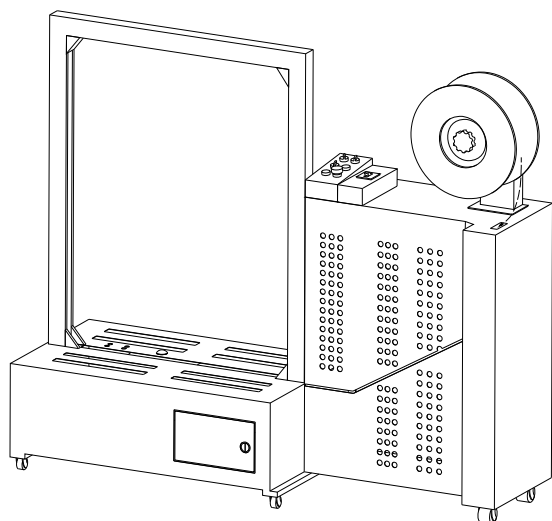

图 3-6
- ①.在带盘上装上捆扎带：按图 3-6 所示装捆扎带，带头进入插带口后，需将预送带机构中的旋钮顺时针转下，使两个输带轮离开一个距离，带头才能穿过两个输带轮进入带仓。用手拉住带头，之后旋转控制面板中急停按钮开关，捆扎带就自动充满带仓。